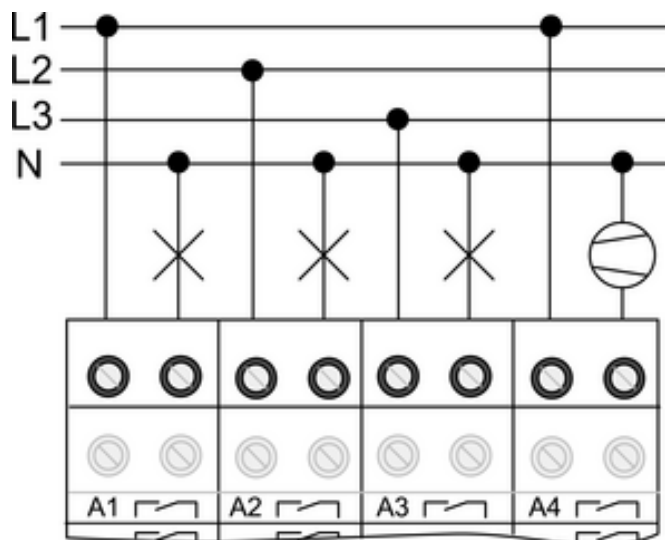

Bild 4
- Anslut inkopplade laster (bild 4).